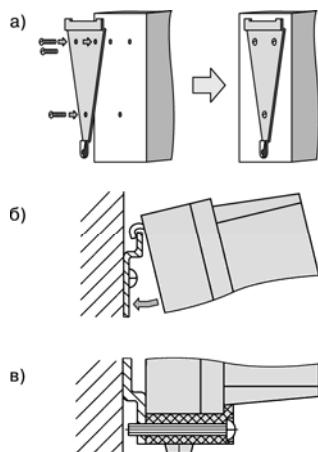

Рисунок 7.1 – Установка прибора настенного крепления
- 1) Кронштейн закрепляется тремя винтами M4 на поверхности, предназначенной для установки прибора (см. Приложение А и рисунок 7.1, а).
- 2) Крепежный уголок зацепляется на задней стенке прибора за верхнюю кромку кронштейна (рисунок 7.1, б).
- 3) Прибор прикрепляется к кронштейну винтом M4 × 35 из комплекта поставки (рисунок 7.1, в).